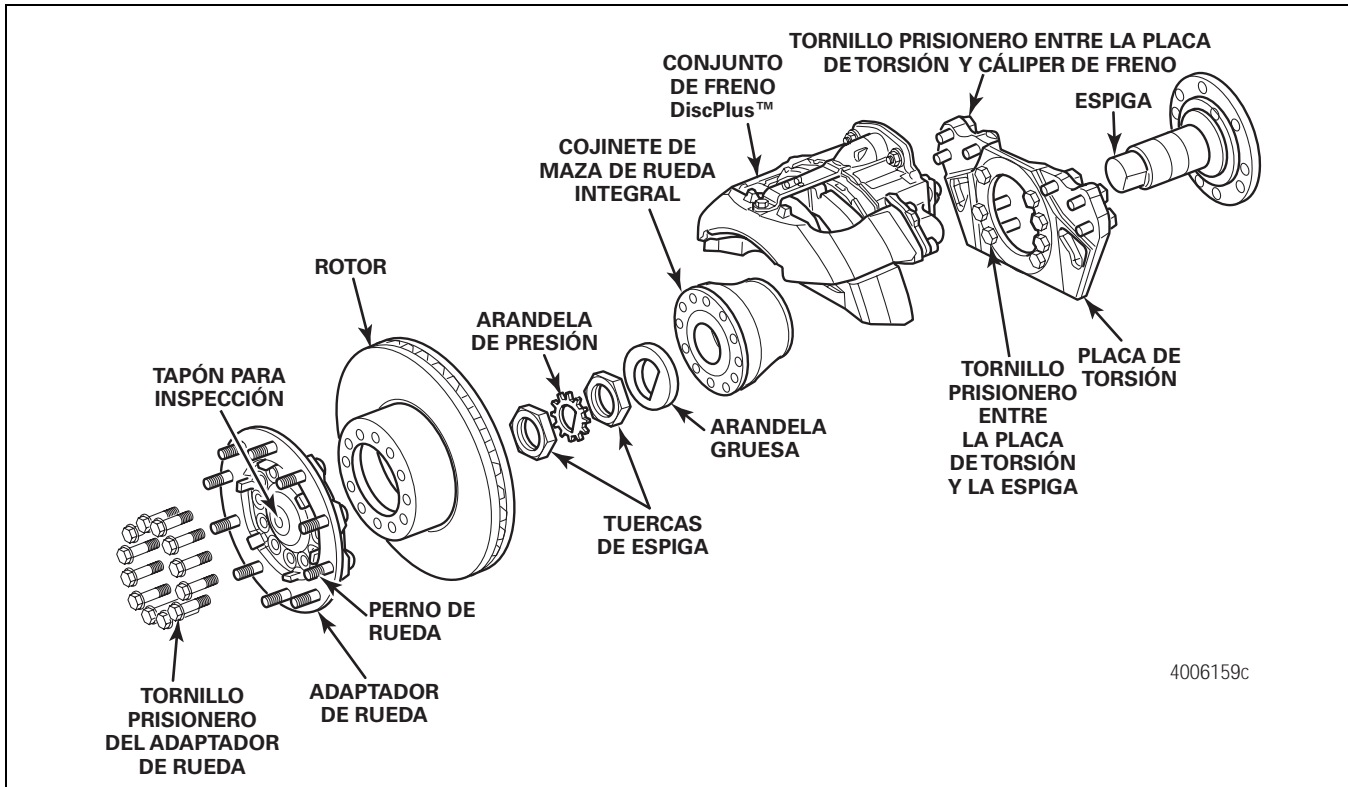

Figura 4.7
4. Retire el adaptador de rueda y el rotor. Revise el rotor para detectar posibles grietas e indicios de desgaste. Reemplace el rotor si es necesario. Figura 4.7.